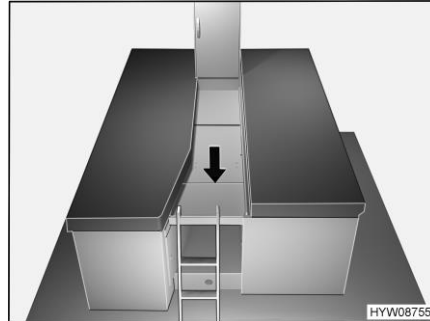

Fig. 71 Preparazione dell'allargamento letto
- Aprire l'allargamento letto e posizionarlo tra i letti singoli, come illustrato nella Fig. 71.